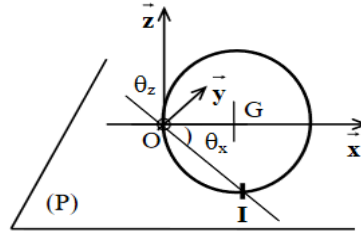

Figure V.5
**Exercice 04.** Une sphère de masse  $m$ , de centre  $G$ , de rayon  $R$ , est mobile autour d'un point fixe  $O$  de sa surface. Elle roule sans glisser sur un plan horizontal  $P$ ,  $P$  est situé à la distance  $R$  du point  $O$ , et  $I$  le point de contact de la sphère avec le plan ( $P$ ) (Figure V.5).